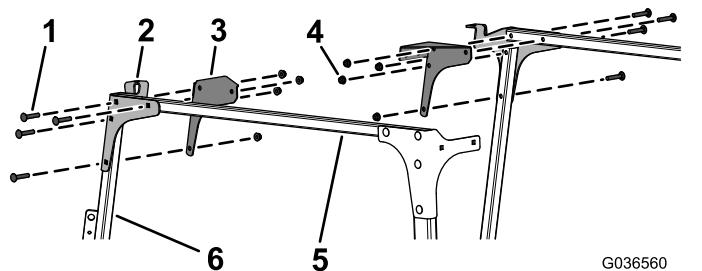

Bild 9
8. Befestigen Sie die linke und rechte Platte vorne und die Eckenverstärkungen lose mit acht Schlossschrauben (5/16" x 1 3/4") und acht Bundmuttern (5/16") an den Querverbindungsrohren und den linken und rechten Windschutzscheibenstützen, wie in Bild 9 abgebildet.